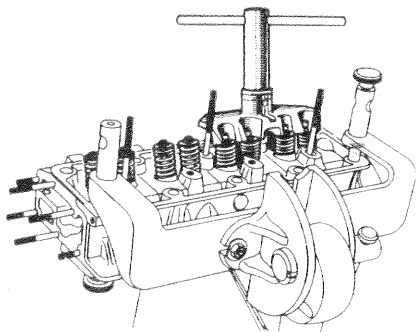

Fig. 5. — Dépose des ressorts de soupape
- A l'aide d'un compresseur de ressort (Mot. 146), dégager les queues de soupapes (fig. 5) et récupérer les demi-lunes.